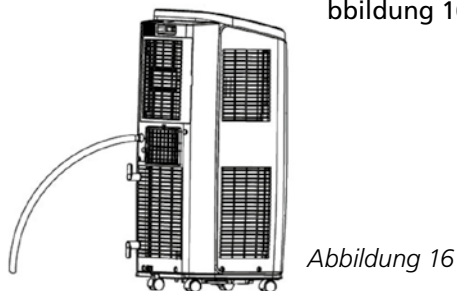

Abbildung 16
- 3 Schließen Sie einen Wasserschlauch (nicht im Lieferumfang enthalten) an die Abbildung 16).